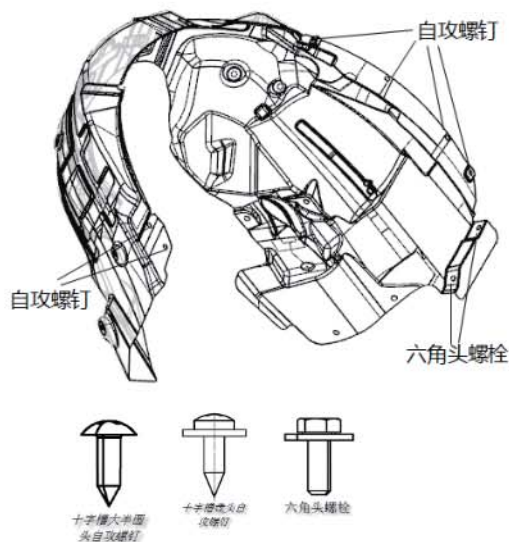

图 2-11
(1) 用十字螺丝刀拆卸与前保险杠连接的 4 个螺钉，拆除后侧与裙板连接的 2 个自攻螺钉，用 10# 套筒拆除与前保险杠以及发动机挡泥板连接的 2 个螺栓，如图 2-11 所示：